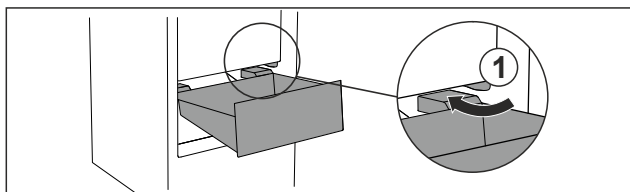

Fig. 67
- ▶ Preved'te zásuvku šikmo okolo zarážok Fig. 67 (1).